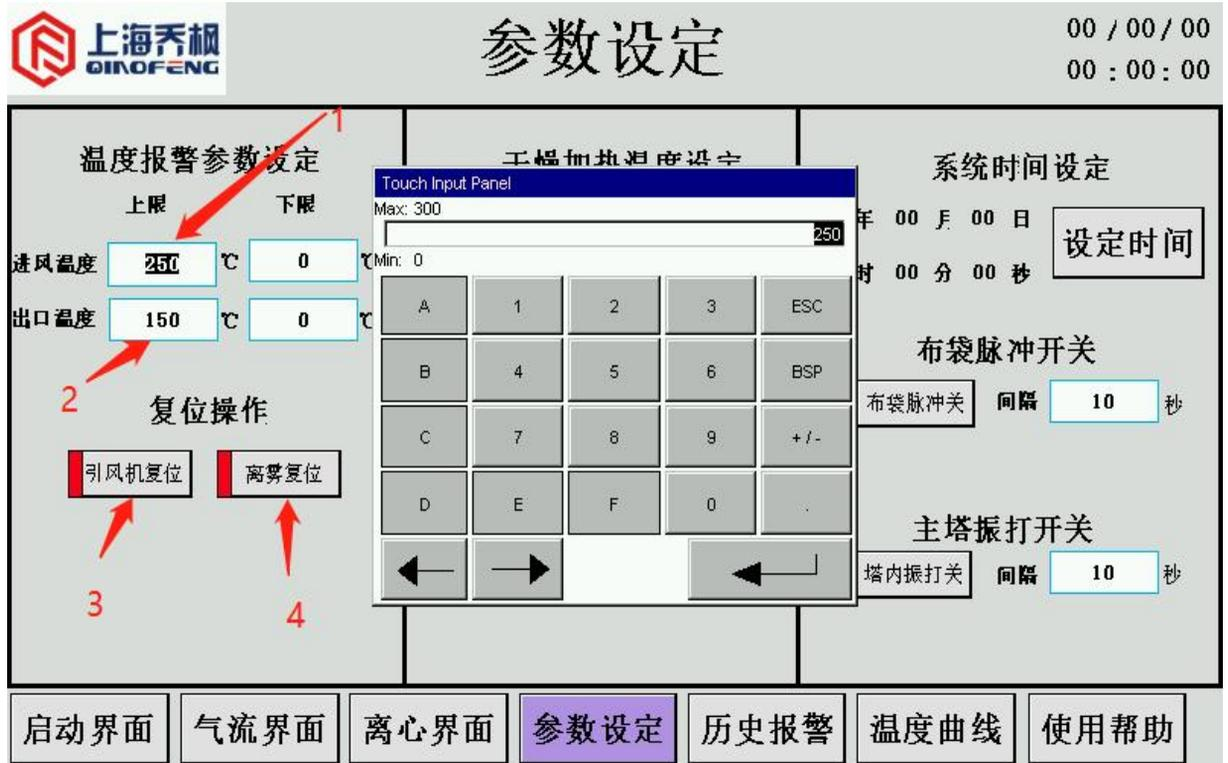

图 13
(2) 打开参数设定界面 点击设定框 1，用虚拟键盘输入“0-300”，即为温度监控上限报警值。点击设定框 2，用虚拟键盘输入“0-300”即为温度监控上限报警值。点击 3，消除引风机报警。点击 4，消除雾化电机报警，显示状态如下图 13 所示。